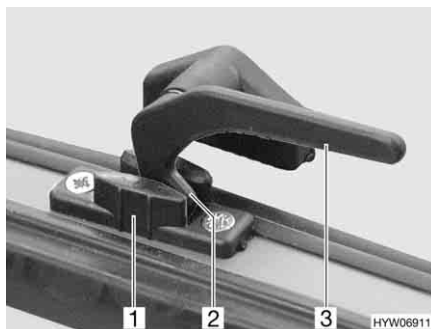

Fig. 34 Leva di serraggio in posizione "Aerazione continua"
- In posizione di "Aerazione continua" (Fig. 34)
- Ruotare la leva di serraggio (Fig. 34,3) di un quarto di giro verso il centro della finestra.
- Ruotare la leva di serraggio di un quarto di giro verso il telaio della finestra. Riportare contemporaneamente il nasello di chiusura (Fig. 34,2) nella rientranza della chiusura della finestra (Fig. 34,1).